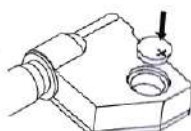

Рис. 2
- Вставьте батарейку CR2032 в батарейный отсек, положительная сторона батареи (+) должна быть обращена наружу (рис. 2).